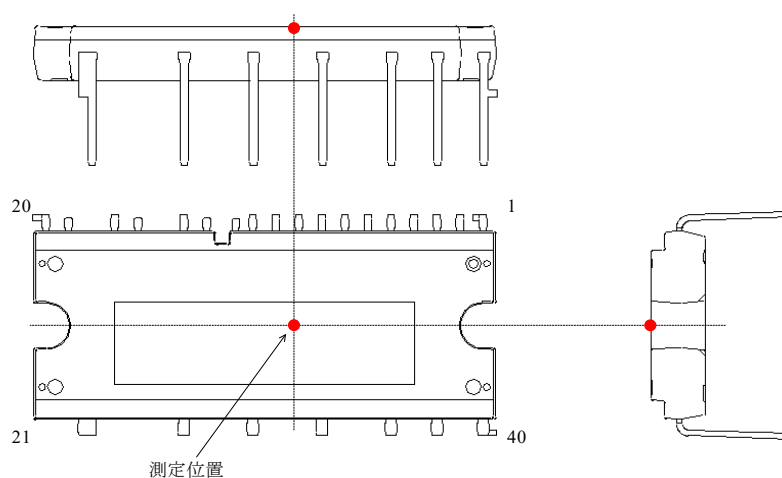

図 3-1 ケース温度測定位置
(1) 制限抵抗の電圧降下を含む
(2) ケース温度は図 3-1 で規定
(3) 内部出力素子のジャンクションとケース間の定常熱抵抗（過渡熱特性は 15.4 項を参照）
(4) 内部フリーホイールダイオードのジャンクションとケース間の定常熱抵抗